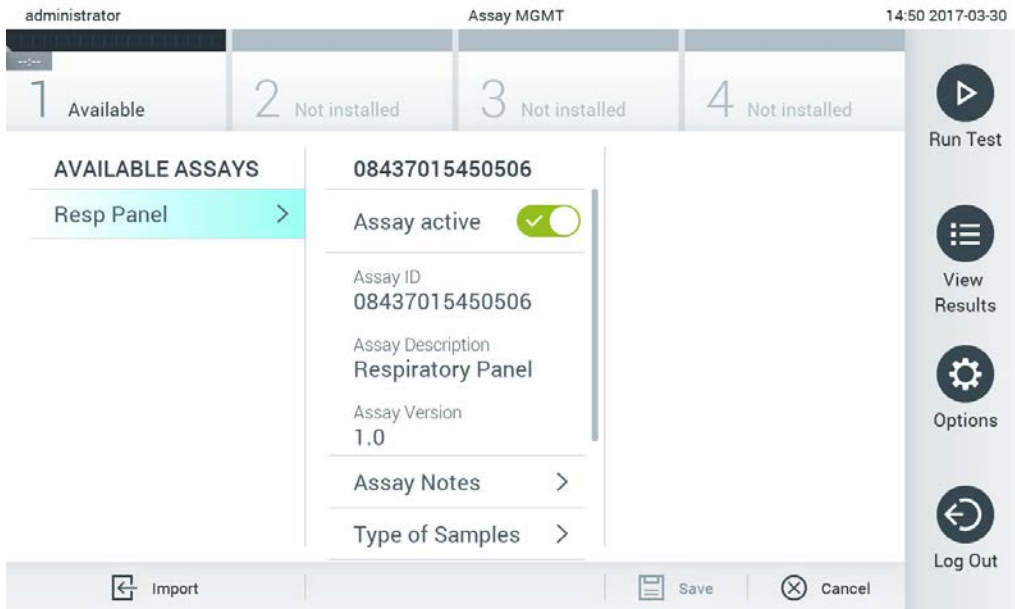

Abbildung 65: Verwaltung verfügbarer Assays
1. Drücken Sie auf die Schaltfläche Options (Optionen) und dann auf die Schaltfläche Assay Management (Assay-Verwaltung), um den Bildschirm Assay Management (Assay-Verwaltung) aufzurufen. Die verfügbaren Assays sind in der ersten Spalte im Inhaltsbereich aufgelistet (Abbildung 65, nächste Seite).